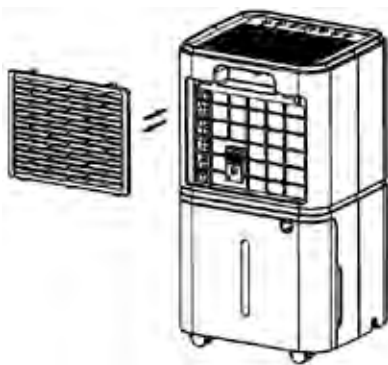

Fig. 1
1. Entfernen Sie den Filter, indem Sie ihn in Pfeilrichtung aus seinem Sitz lösen (Abb. 1).